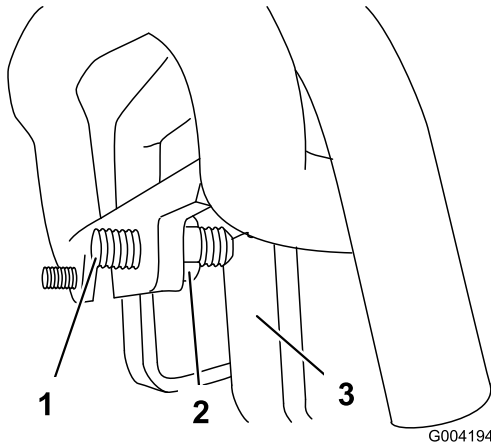

Bild 57
3. Falls die Zugmaschine nach **links** zieht, lockern Sie die **rechte** Klemmmutter und stellen Sie die Spurweiten-Stellschrauben vorne am Fahrtrieb ein (**Bild 57**).
4. Falls die Zugmaschine nach **rechts** zieht, lockern Sie die **linke** Klemmmutter und stellen Sie die Spurweiten-Stellschrauben vorne am Fahrtrieb ein (**Bild 57**).